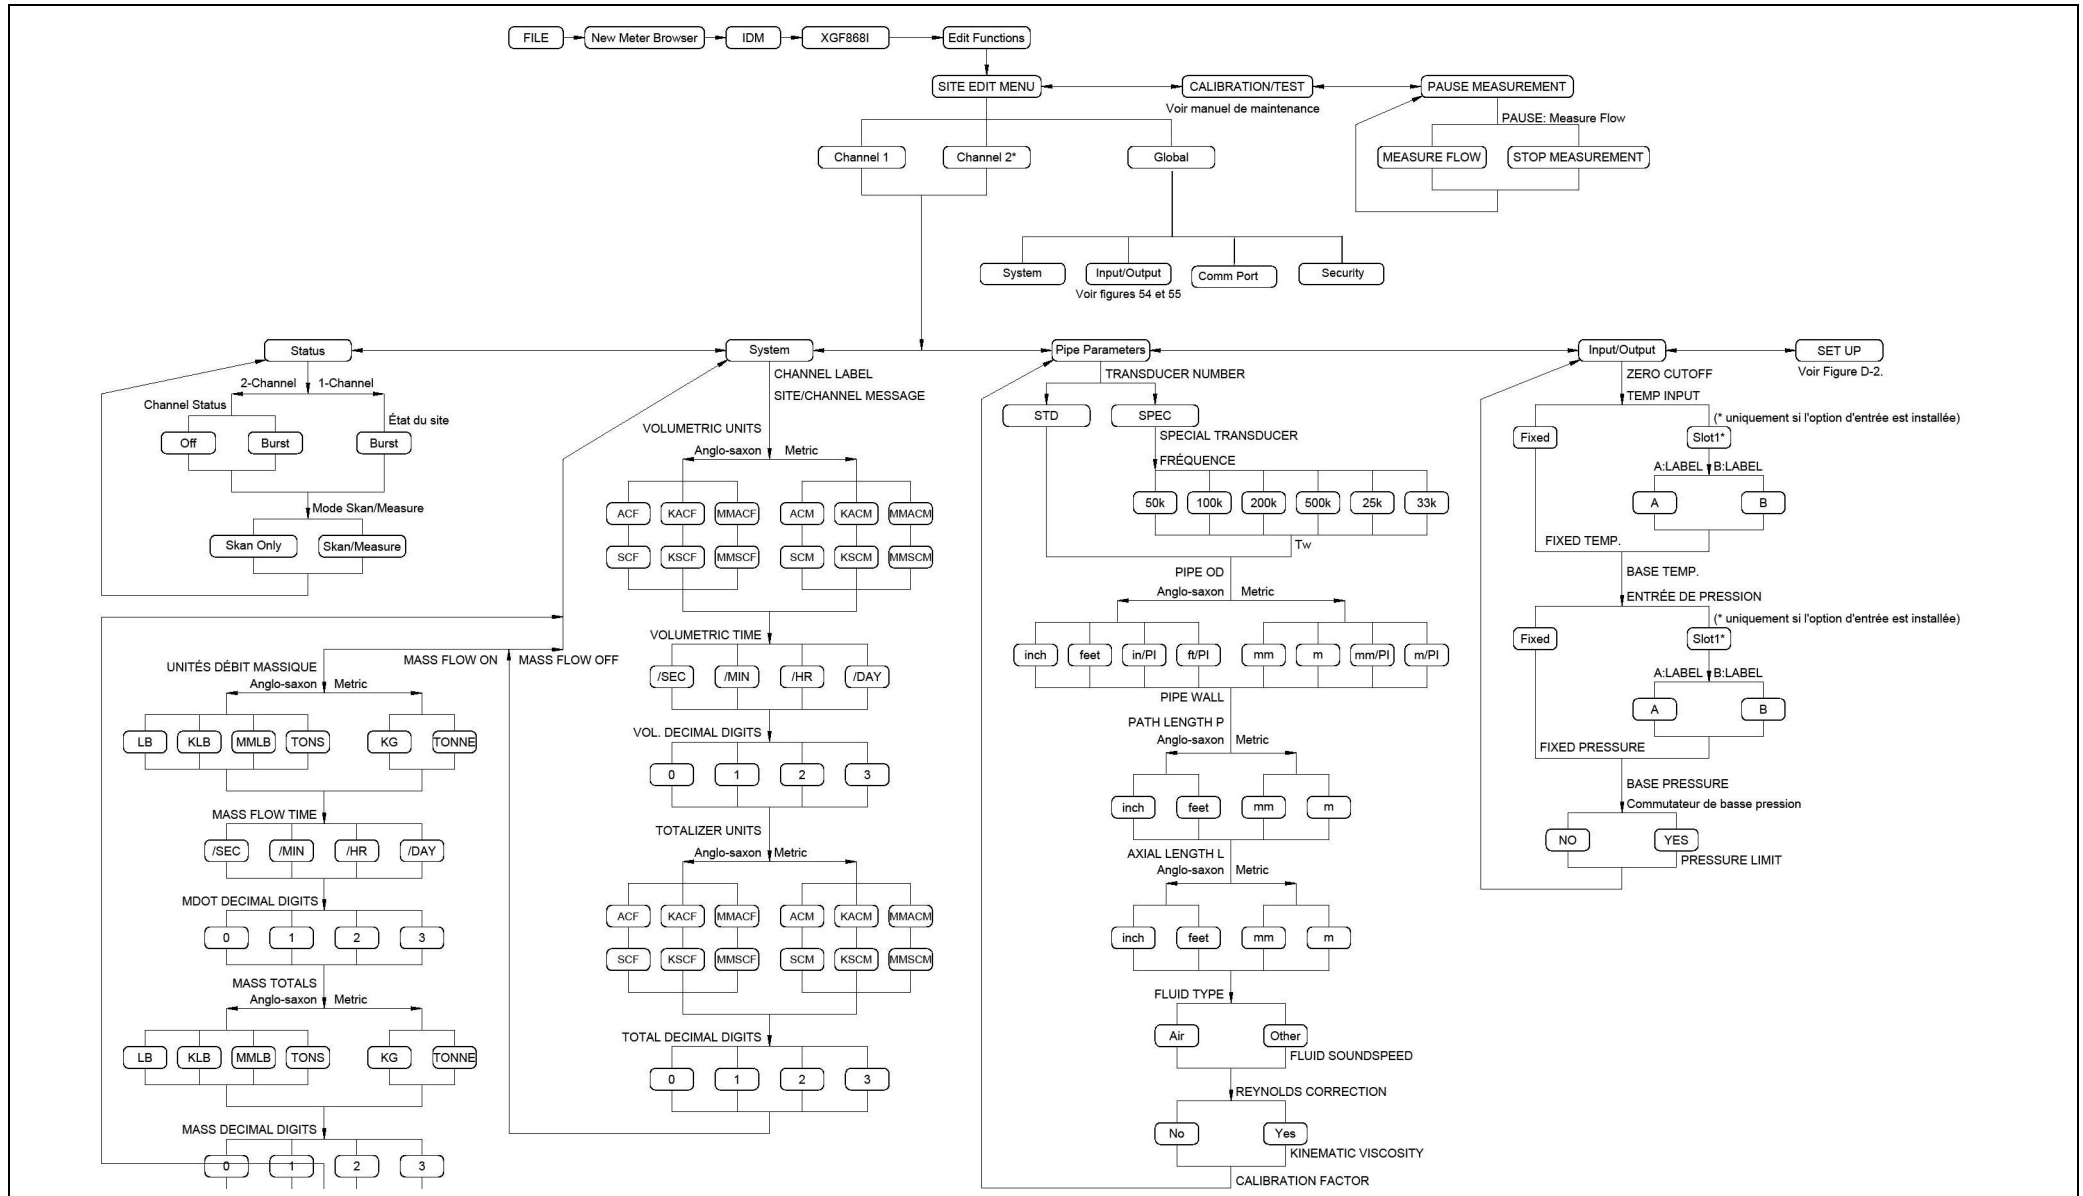

Figure 55: menus PROG > CHx > ACTIV, SYSTM, PIPE et I/O de PanaView
- Figure 55, « "menus PROG > CHx > ACTIV, SYSTM, PIPE et I/O de PanaView" », page 111